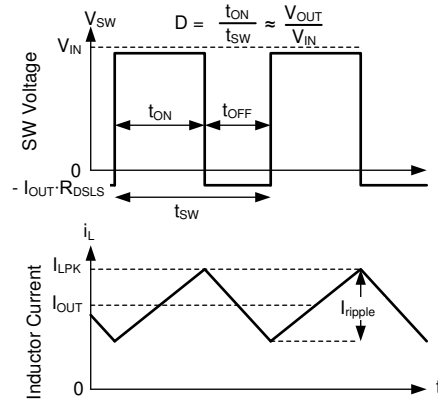

图 8-22. 连续导通模式 (CCM) 下的 SW 电压和电感器电流波形
有关器件的以下运行说明，请参阅 节 8.2 和 图 8-22 中的波形。在 CCM 中，该器件以变化的占空比 (D) 打开内部高侧 (HS) 和低侧 (LS) NMOS 开关，从而提供稳定的输出电压。在 HS 开关导通期间，SW 引脚电压  $V_{SW}$  摆动至大约  $V_{IN}$ ，电感器电流  $I_L$  以线性斜率增加。HS 开关由控制逻辑关闭。在 HS 开关关闭时间  $t_{OFF}$ ，LS 开关打开。电感器电流通过 LS 开关放电，这会强制  $V_{SW}$  通过 LS 开关两端的压降摆动到地电位以下。转换器环路调节占空比以保持恒定的输出电压。D 由 HS 开关在开关周期内的导通时间定义：